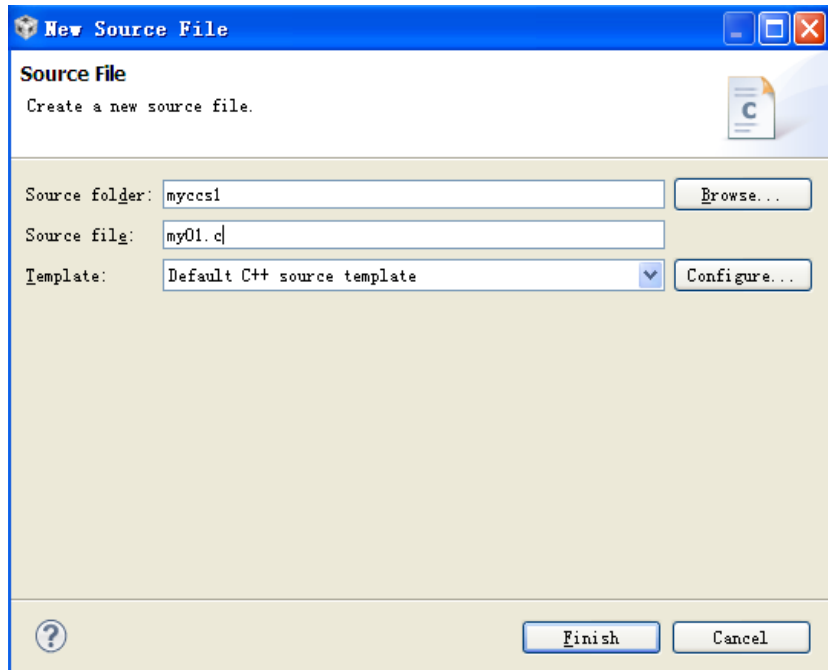

图 1.14 新建.c 文件对话框
(8) 新建.c 文件：在工程名上右键单击，选择 New-->source file 得到图 1.14 对话框。